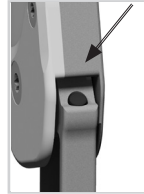

Abb. 24
- 1 Drehen Sie das Systemgelenk auf den Kopf und stecken Sie den Extensionsanschlagdämpfer in die Bohrung (Abb. 24).